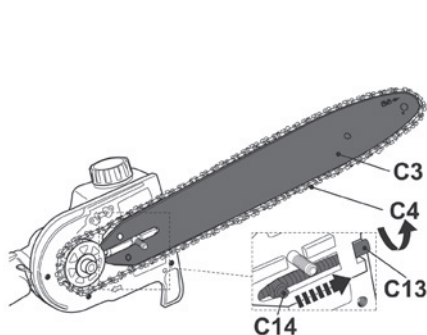

Fig. 16
- > Aperte o parafuso tensor (C13) para a direita para ajustar o pino de aperto (C14)/guia (C3) para a direita para apertar a corrente (C4) (Fig. 16).